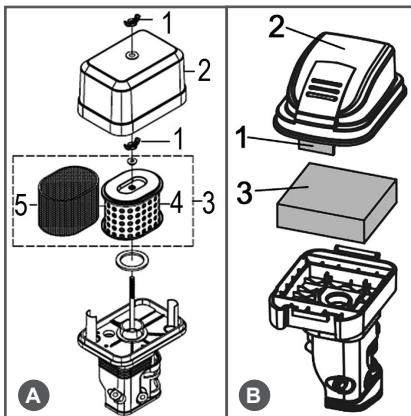

Рис. 10 Обслуживание воздушного фильтра
1. Открутите барашковую гайку (отогните фиксатор крышки воздушного фильтра) (Рис. 10 п. 1) и снимите крышку воздушного фильтра (Рис. 10 п. 2).
2. Извлеките из корпуса воздушный фильтр (Рис. 10 п. 3).
- Поролоновый (предварительный) фильтрующий элемент типа «А» (Рис. 10А п. 5) установлен на корпусе бумагенного фильтрующего элемента (Рис. 10А п. 4).
4. При незначительном загрязнении промойте поролоновый фильтрующий элемент (Рис. 10А п. 5 и Рис. 10В п. 3) теплым мыльным раствором и прополоските. Поврежденный или сильно загрязненный поролоновый фильтрующий элемент замените.
5. Воздушный фильтр типа «В» - поролоновый (Рис. 10В п. 3) смочите специальным или чистым моторным маслом, после чего отожмите излишки масла.
Бумажный фильтрующий элемент (Рис. 10А п. 4) не подлежит очистке, необходима его замена. Не продувайте бумажный фильтрующий элемент сжатым воздухом, не промывайте его в бензине и других растворителях. Эксплуатация двигателя с грязным или поврежденным воздушным фильтром, или без воздушного фильтра приведет к попаданию грязи и пыли в карбюратор и двигатель, что в свою очередь, станет причиной его быстрого износа. Двигатель в этом случае не подлежит ремонту по гарантии.